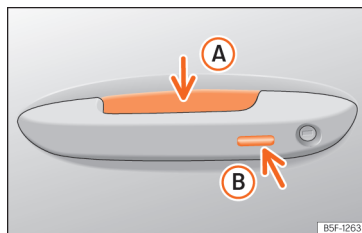

Fig. 74 Manecilla de la puerta: superficies sensoras.
>>> fig. 74
- Toque la superficie sensora >>> **fig. 74 B** situada en el lado exterior de la manecilla de la puerta. Todos los intermitentes parpadean una vez.
- Antes de que transcurran 5 segundos, toque una vez el sensor del lado exterior de la manecilla de la puerta **» fig. 74 (B)**. Al hacerlo, no agarre la manecilla. El sistema Keyless Access queda desactivado temporalmente.